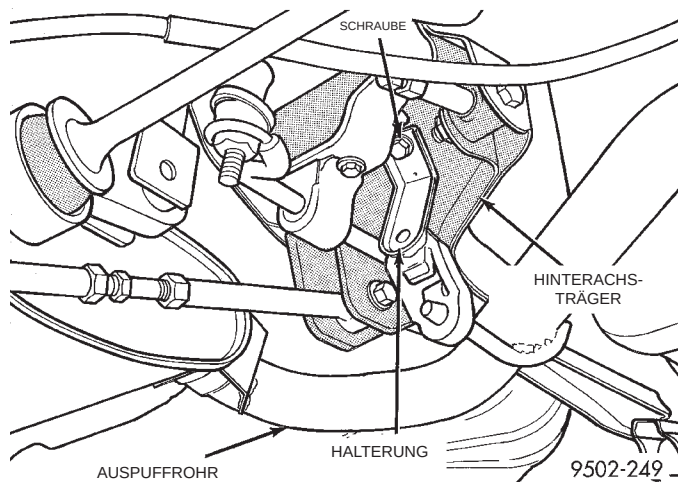
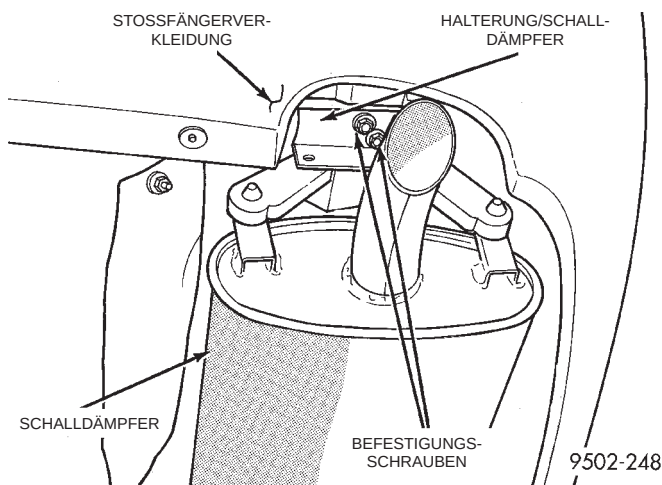
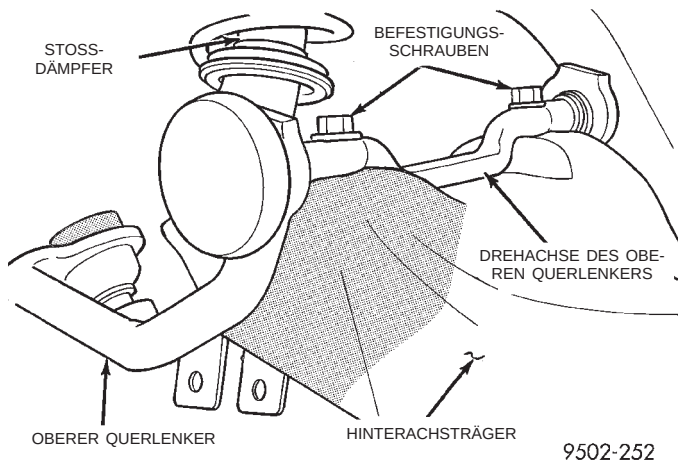
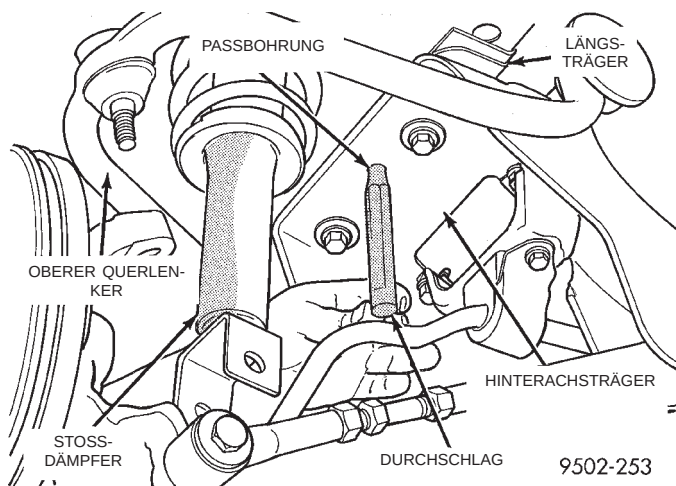

Abb. 36 Halterung des Auspuffrohrs am Hinterachsträger
Abb. 35 Halterung des Schalldämpfers
Abb. 40 Befestigung des oberen Querlenkers am Hinterachsträger
Abb. 41 Hinterachsträger in die korrekte Einbauposition bringen
(4) Halterung des Schalldämpfers vom Längsträger abschrauben (Abb. 35).
(5) Hintere Halterung des Auspuffrohrs vom Hinterachsträger abschrauben (Abb. 36). Die Abgasanlage so weit wie möglich herunterhängen lassen.
(10) Den Hinterachsträger so weit absenken, daß die Schrauben, mit denen die Drehachse des Querlenkers befestigt ist, zugänglich sind (Abb. 40).
(11) Die beiden Schrauben des Querlenkers am Achsträger lösen (Abb. 40).
(3) Die Drehachse des oberen Querlenkers mit den Bohrungen im Hinterachsträger ausrichten. Die vier Schrauben mit Unterlegscheiben in den Achsträger eindrehen (Abb. 40) und mit einem Anzugsmoment von 107 N·m (80 ft. lbs.) festziehen.
(4) Den Hinterachsträger mit dem Getriebewagenheber bis an die Längsträger anheben. Die vier Befestigungsschrauben an den Längsträgern locker eindrehen.
(5) Auf beiden Seiten des Achsträgers einen Durchschlag mit passendem Durchmesser in die Paßbohrungen des Achsträgers und der Längsträger stecken (Abb. 41). Nur auf diese Weise kann der Achsträger in die richtige Einbauposition gebracht werden. Dann die vier Schrauben an den Längsträgern mit einem Anzugsmoment von 107 N·m (80 ft. lbs.) festziehen. Die beiden Durchschläge wieder entfernen.
(6) Die Querlenker an den Hinterradträgern montieren und die Schrauben und Unterlegscheiben einbauen. Die Befestigungsschrauben der vier Querlenker mit einem Anzugsmoment von 107 N·m (80 ft. lbs.) festziehen.
(7) Den Getriebewagenheber entfernen.
(8) Halterung des Schalldämpfers am Längsträger montieren (Abb. 35). Halterung des Auspuffrohrs am Hinterachsträger anschrauben (Abb. 36).